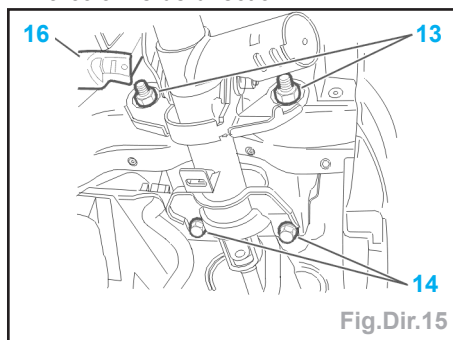

Fig.Dir.15
- les écrous (13) (Fig.Dir.15),
- les vis (14),
- visser sans serrer les écrous (13) et les vis (14) (Fig.Dir.15),
- déverrouiller le mécanisme de réglage (16),
- serrer les écrous (13) à 4 m.daN,
- verrouiller le mécanisme de réglage (16),
- serrer les vis (14) à 4 m.daN.